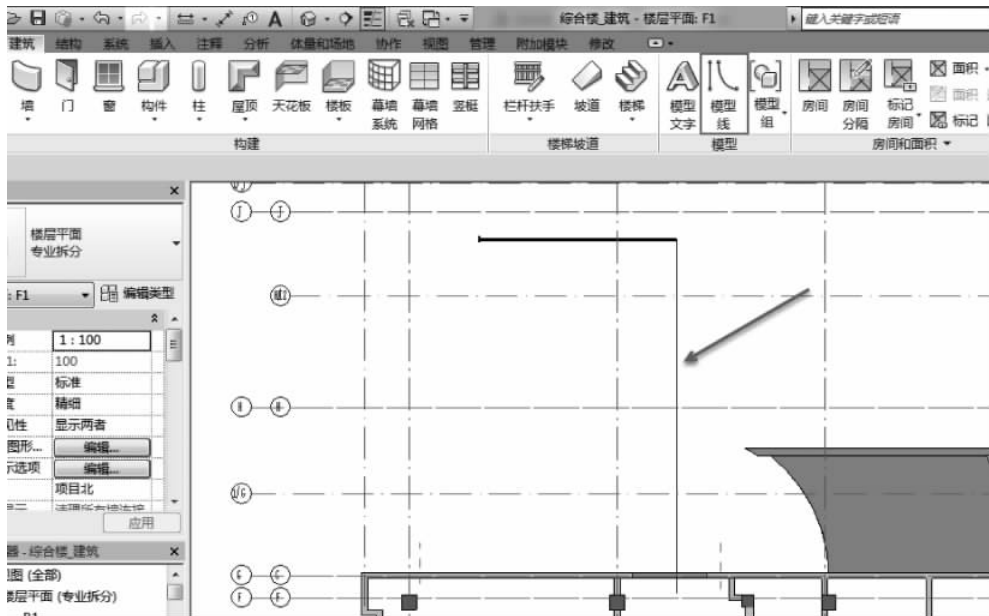

图 3-17 绘制模型线
(5) 选择“建筑”选项卡“模型”面板中的“模型线”,在幕墙终点位置向下绘制一条垂直于轴线①的模型线,如图 3-17 所示。